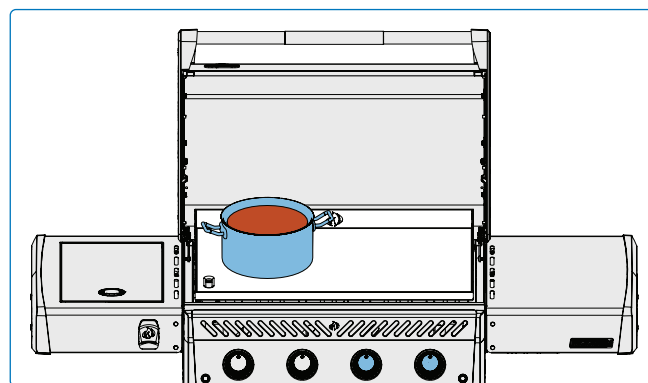

Fig. 10
- Gebruik de plancha om sauzen te smelten of op te warmen. Zet potten of pannen aan de kant op laag tot middelhoog vuur. **(Afb. 10).**